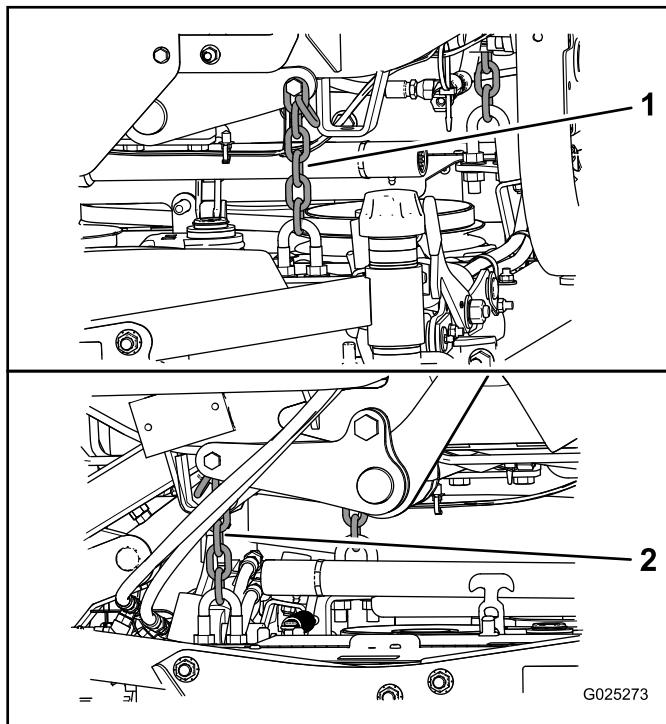

Bild 7
7. Stellen Sie die U-Bügel-Klemmmuttern (Bild 6) ein, mit denen die hinteren Mähwerkketten (Bild 7) am Mähwerk befestigt sind, um das Mähwerk hinten anzuheben, sodass die Messerneigung auf 8 mm bis 11 mm eingestellt ist.
8. Stellen Sie die Klemmmuttern ein, mit denen die Mähwerkketten am Mähwerk befestigt sind, bis das Mähwerk nivelliert ist (Bild 7).